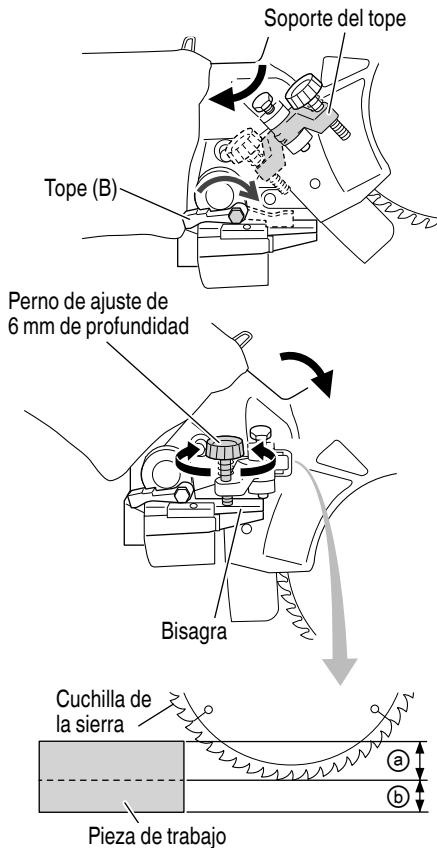

Fig. 50
Las ranuras podrán cortarse en la pieza de trabajo regulando el perno de ajuste de profundidad de 8 mm (Fig. 50).
- (1) Gire el soporte del retén en la dirección que se muestra en la Fig. 50.
- (2) Ajuste a la profundidad de corte deseada regulando la distancia entre la cuchilla de sierra y la superficie de la base (Fig. 50).